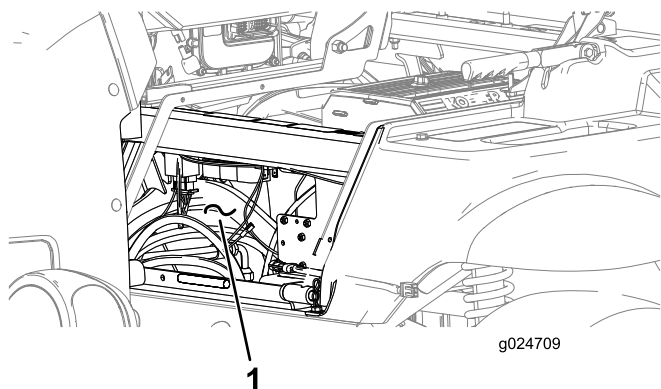

Figura 5
1. Enrute el cable del arnés por la parte delantera de la cubierta del asiento (Figura 5).